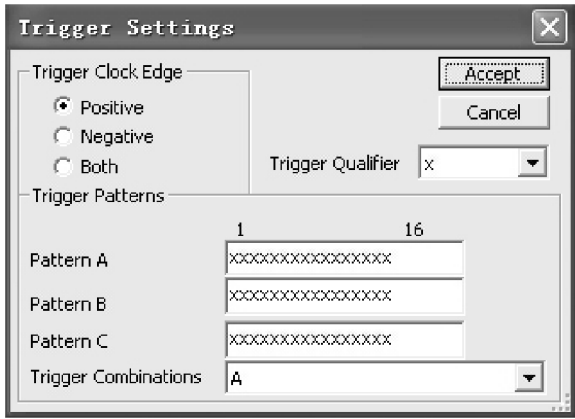

图 3-32 设置触发方式对话框
(3) Trigger 区：Trigger 区是用来设置触发方式，单击 **Set...** 按钮，出现如图 3-32 所示的对话框。